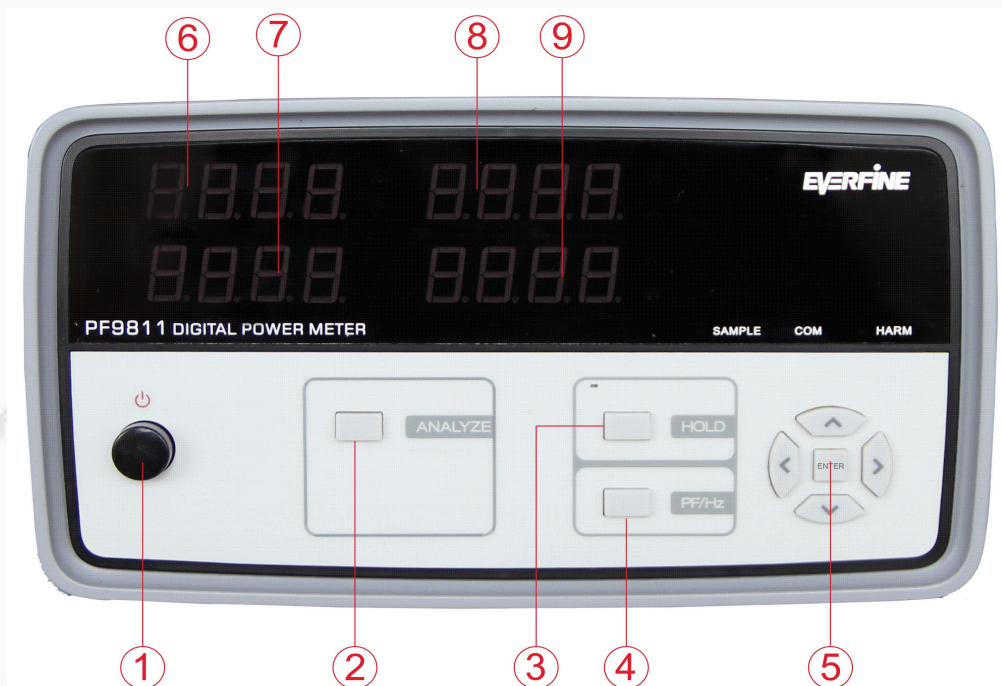

图 3.1 前面板示意图
1、PF/Hz 键（图 3.1 中④）：窗口 C 显示功能切换键。
2、HOLD（图 3.1 中③）：锁定显示值。按下此键，“锁存”指示灯亮，此时仪器所测参数的显示值被锁定。再次按下可解除锁定。
3、ANALYZE（图 3.1 中②）：按此按钮进入谐波分析状态，再次按下可退
电源开关位于前面板的左下角（图 3.1 中 ①）。